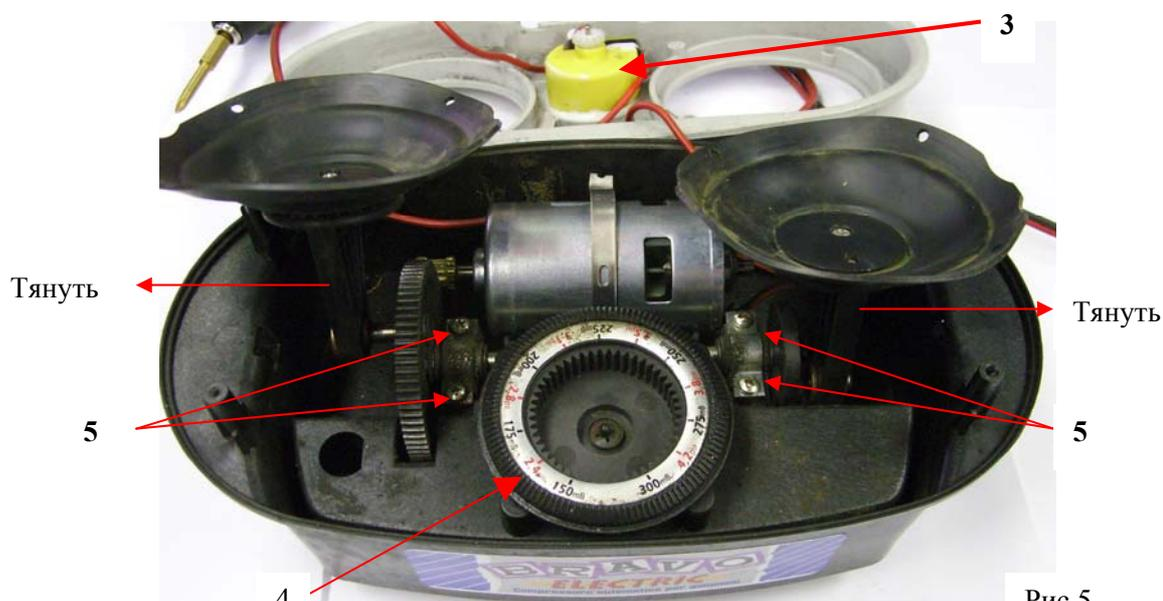

Рис.5
ВНИМАНИЕ: После снятия средней крышки не вращайте регулятор давления (3) и колесо с маркировкой (4) Рис.5. Это приведет к некорректной работе насоса.
7. Для демонтажа шестерен выверните 4 самореза (5).
8. Для проверки двигателя необходимо подключить его к аккумулятору 12 вольт, используя приготовленные заранее провода, отсоединив предварительно двигатель от внутренней схемы. При демонтаже проводов промаркируйте на корпусе мотора клемму с красным проводом (плюс). Красный провод подключаем к положительной клемме аккумуляторной батареи, а черный к отрицательной. В случае, если проверка показала, что двигатель запускается, а при подключении насоса к аккумуляторной батарее двигатель не работает, то необходимо заменить регулятор давления (3) Рис. 5..